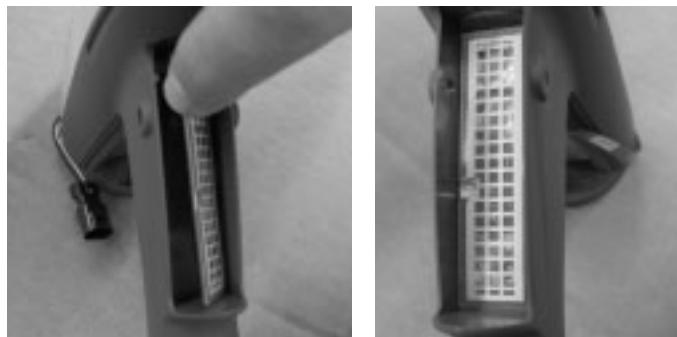

图 6 - 11 安装触发器开关 - 步骤 4
7. 请参见图 6 - 12。如图所示使三角架向上，将冲洗触发器(19)安装到喷涂触发器(20)中。请勿反向安装清洗触发器。
8. 确认传动器 (21) 是否安装在支柱上。